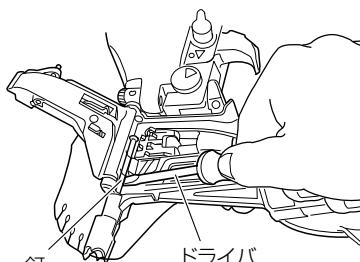

図 24
- 内部につまつた釘をマイナスドライバなどで取除きます。(図 24)